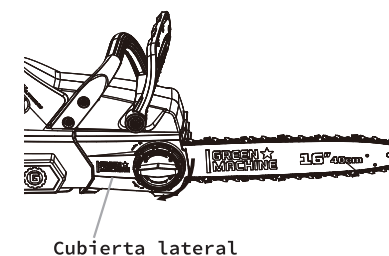

Fig. 14B
5. Coloque y asegure la cubierta lateral sobre el engranaje (Fig.14B).
6. Gire la perilla de bloqueo de ajuste de la barra en el sentido de las agujas del reloj hasta que se detenga (Fig.14B).